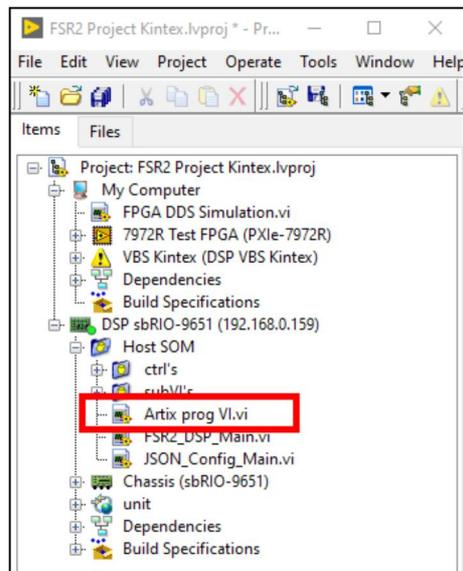

Рис. 2-2 *Artix prog VI.vi* для управления питанием ПЛИС Kintex
5.5. Открыть *Artix prog VI.vi* для управления питанием ПЛИС Kintex (Рис. 2-2).